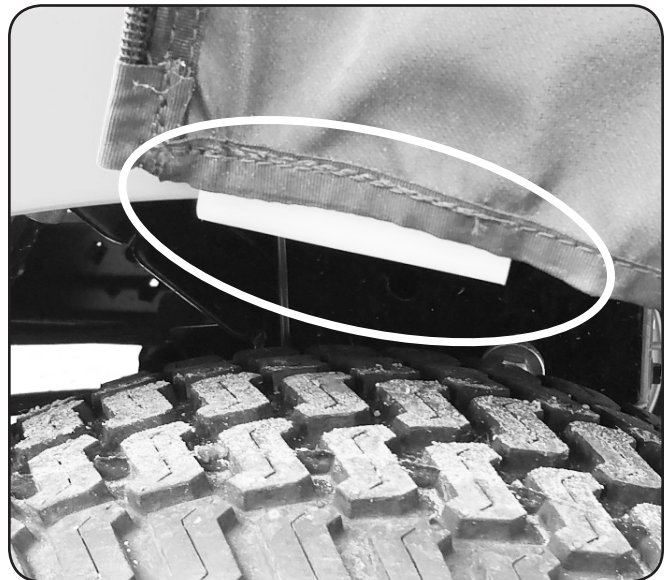

Figure 3-12
5. Les attaches arrière s'attachent sur les ailes à l'arrière de l'appareil, à proximité des roues. Voir Figure 3-12.